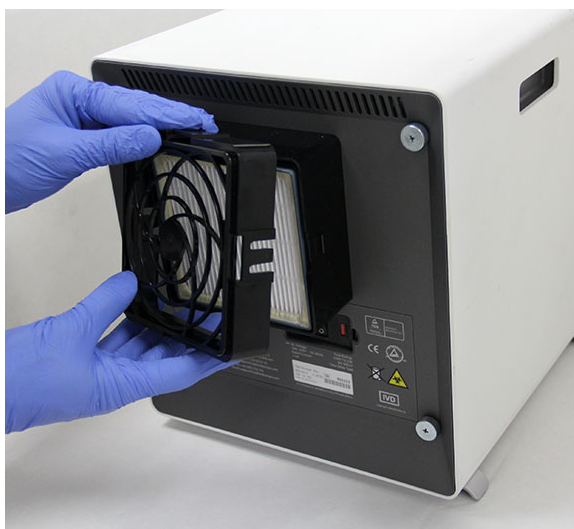

Figura 9-27. Scoaterea dispozitivului de fixare a filtrului HE
6. Scoateți dispozitivul de fixare a filtrului HE prin eliberarea clemelor de pe părțile laterale și de sus și jos. Dispozitivul de fixare a filtrului se potrivește foarte bine și poate fi necesar să depuneți efort pentru a-l îndepărta. Consultați Figura 9-27.